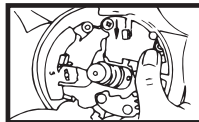

FIG. 21
1. Au moment de repositionner et de fixer la plaque de renvoi d'angle, s'assurer que le levier de verrouillage est abaissé (voir figure 21).